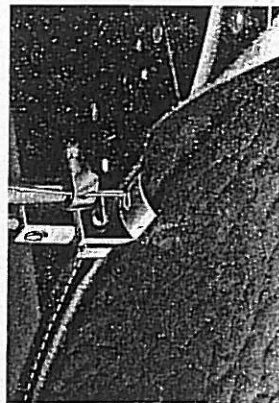

Abb. 17
**Nähfuß für Kedararbeiten I**, wie diese bei Sattlern, Polsterern usw. vielfach verwendet werden. Der Arbeitsvorgang ist aus der Abb. 17 ersichtlich.